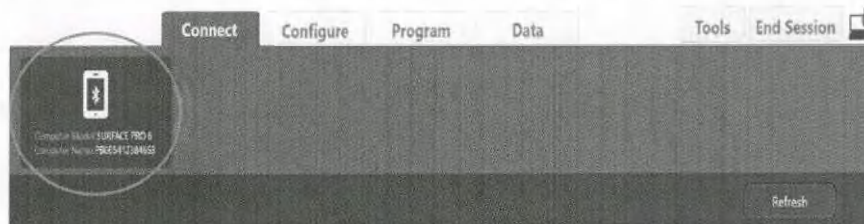
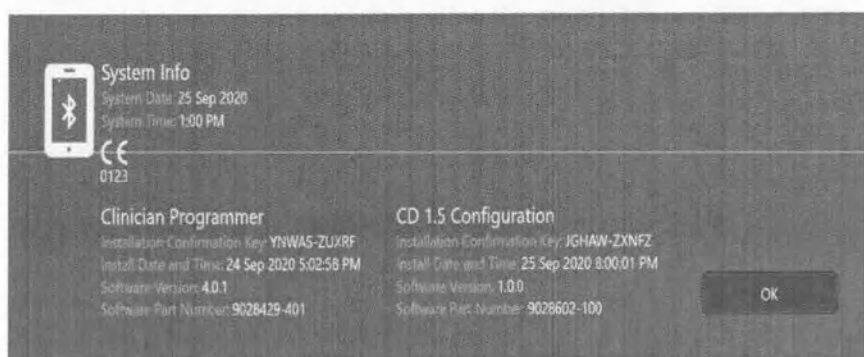

Рисунок 9. Нажмите кнопку **CP** (КП) на вкладке **Connect** (Подключение)
Рисунок 10. Убедитесь в успешной установке
13. На рабочем столе дважды щелкните значок средства запуска Vercise  и нажмите значок Vercise Neural Navigator  для запуска программного обеспечения Vercise Neural Navigator. Откроется окно с активной вкладкой **Connect** (Подключение). Нажмите кнопку **CP** (КП), чтобы убедиться в успешной установке компонентов 9028429-401 и 9028602-100 программного обеспечения (Рисунок 9 и Рисунок 10).
Примечание. На этом экране также отображается ключ подтверждения, как показано на Рисунок 10.